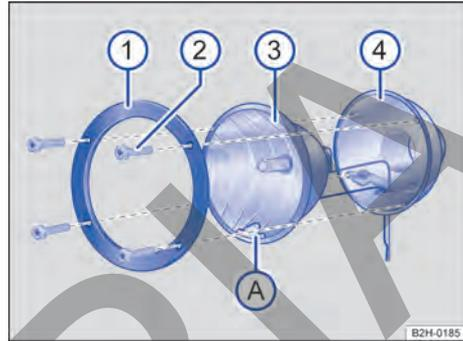
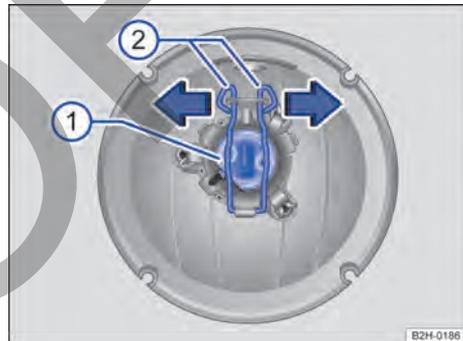

Fig. 152 Faro adicional en el techo del vehículo: desmontar el cristal.
Fig. 153 Faro adicional en el techo del vehículo: cambiar la lámpara.
→ Fig. 152 y → Fig. 153
- ① Tenga en cuenta y siga la lista de comprobación → Página 180.
- ② Suelte los tornillos con la llave de las herramientas de a bordo → Fig. 152 ②.
- ③ Retire el anillo de sujeción → Fig. 152 ① de la carcasa del reflector ③.
- ④ Extraiga con cuidado la carcasa del reflector → Fig. 152 ③ de la carcasa del faro ④.
- ⑤ Extraiga el cable del portalámparas.
- ⑥ Presione los bloqueos hacia abajo y desengánchelos en el sentido de las flechas → Fig. 153 ②.
- ⑦ Extraiga el portalámparas de la carcasa del reflector → Fig. 153 ①.
- ⑧ Sustituya la lámpara averiada por otra nueva del mismo tipo.
- ⑨ Coloque de nuevo el portalámparas.
- ⑩ Presione los bloqueos hacia abajo y engánchelos en el sentido contrario al de las flechas → Fig. 153 ②.
- ⑪ Introduzca el cable en el portalámparas.
- ⑫ Coloque la carcasa del reflector → Fig. 152 ③ en la carcasa del faro ④. La marca (A) deberá mirar hacia abajo → ①.
- ⑬ Coloque el anillo de sujeción en la carcasa del reflector → Fig. 152 ①.
- ⑭ Enrosque y apriete los tornillos con la llave → Fig. 152 ②.
Monte siempre la carcasa del reflector de modo que la marca → Fig. 152 (A) quede abajo. De lo contrario, la humedad no podrá salir de la carcasa del reflector y podría dañar el faro.